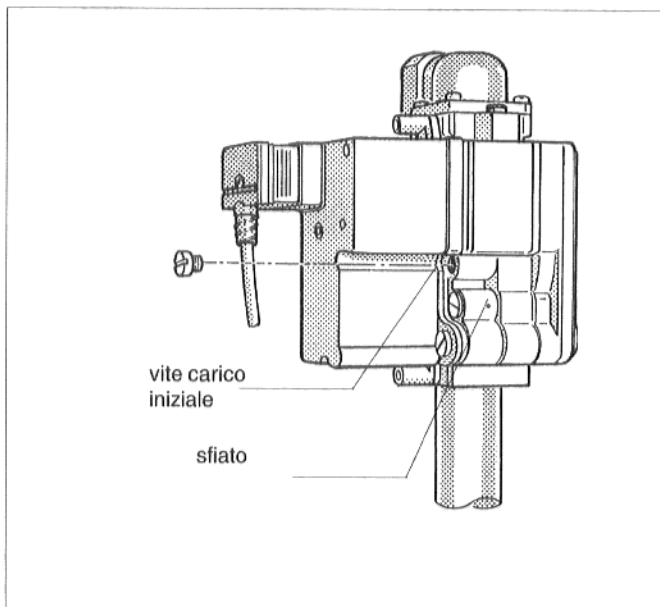

Fig. 51: Apparecchiatura gas "BM" 762-012
- In caso di "BM" 762-012: togliere la vite di protezione sopra la vite di potenza all'avviamento (Fig. 51).